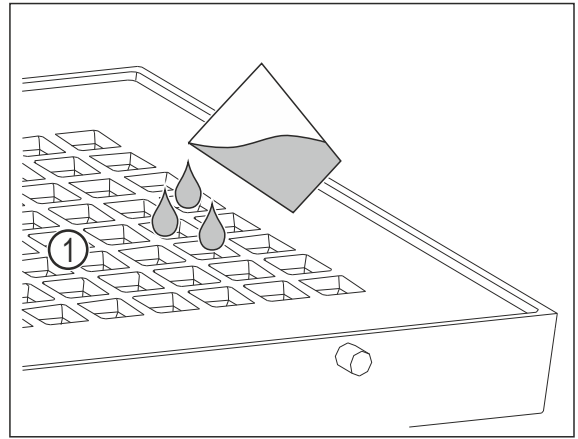

Fig. 97
- Maximal 400 ml Wasser über die Löcher Fig. 97 (1) in der Abdeckung einfüllen.